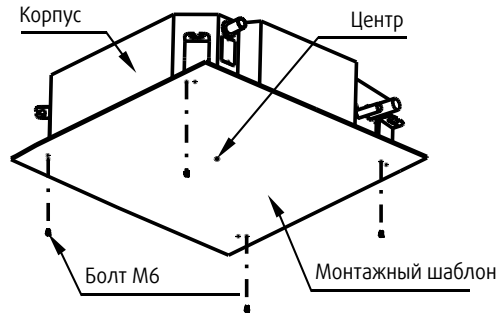

Рис. 4-3
1. Прodelайте в потолке квадратную нишу 880x880 мм в соответствии с размерами монтажного шаблона (рис. 4-3).
2. После монтажа корпуса блока закрепите на нем монтажный шаблон с помощью болтов М6х12, чтобы определить размеры и расположение ниши в подвесном потолке (рис. 4-3).